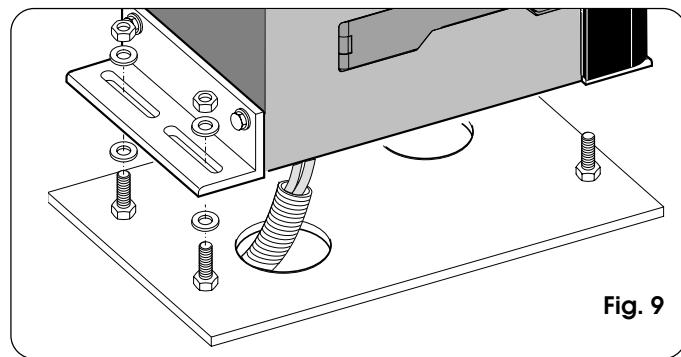
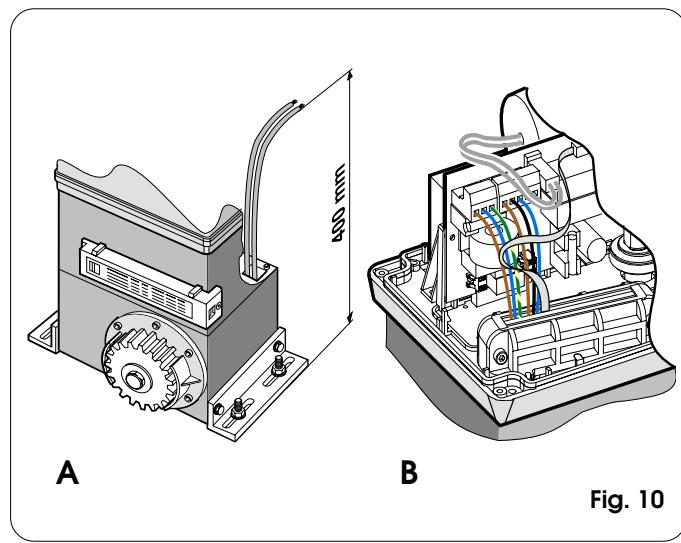

Fig. 9
Fig. 10
- 3) Plaats de aandrijving op de plaat met behulp van de bijgeleverde ringen en moeren, zoals op fig. 9. Voer tijdens deze handeling de kabels door het kanaal in de onderste helft van de aandrijving (fig. 10 - ref. A). Om toegang te krijgen tot de elektronische apparatuur, de kabels door het gat voeren met behulp van de bijgeleverde kabelklem met rubber. Alle kabels moeten met zorg van de mantels worden ontdaan, zodat de kabelklem alleen de
- afzonderlijke draden vasthoudt (fig. 10 - ref. B).